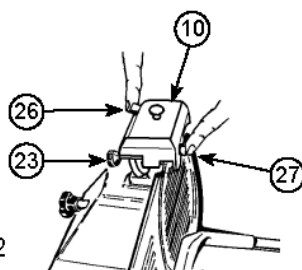
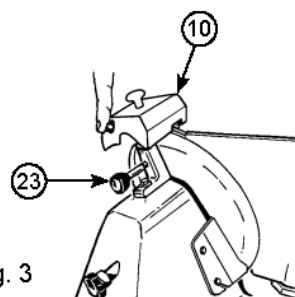

Fig. 2
Fig. 3
- Senken Sie die Schärfer-Gruppe (10), bis sie eingerastet ist. Sichern Sie die Gruppe, indem Sie den Verriegelungsknopf (23) drehen. Siehe Abbildung 2.
- Drücken Sie auf den Knopf (26), und lassen Sie die Klinge 1 Minute lang drehen. Wenn die Klinge still steht, überprüfen Sie, ob sich ein Grat am Rand geformt hat.
- Nachdem sich die Präsenz des Grats bestätigt hat, machen Sie den Schalter (5) an und drücken Sie sanft auf die Taste (27) für ungefähr 3 Sekunden, um den während des Schleifenvorgangs entstandenen Grat zu entfernen. Drehen Sie den Drehknopf (6) zurück in die "0" Position.
- Nach dem Schleifen, ziehen Sie die Schärfer-Gruppe (10) zurück in die Ausgangsposition, siehe Abbildung 3. und reinigen Sie den Rand der Klinge und die Räder mit Alkohol.